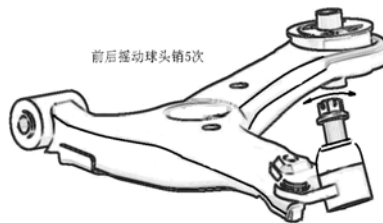

图1-16
- ④. 检查下摆臂总成
- a. 如图 1-16 所示，在安装螺母前，前后摇动球头销螺栓 5 次。